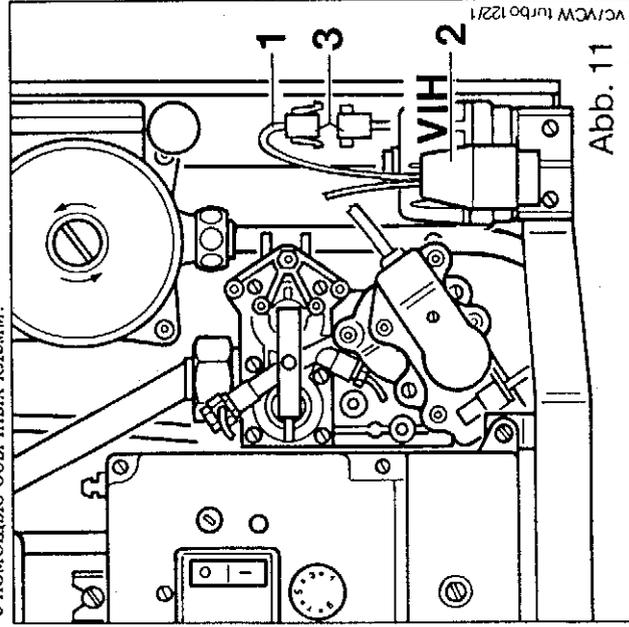

Abb. 11
- а) Отвинтить винт (8) на крышке щитка.
- б) Отвинтить накладную гайку кнопки разблокировки (10).
- в) Вывинтить винт (9) на плате выключателей.
- д) Аккуратно потянуть вперед крышку щитка переключений (7) и поднять ее вверх.
- е) Вывинтить два винта (16) на обратной стороне платы (15) и вынуть плату из щитка.
- ж) Теперь обеспечен доступ к штекерному штифту - маркировка 14 - на лицевой стороне платы (15) для подключения. Расположение штекерного штифта на плате см. на рис. 11.